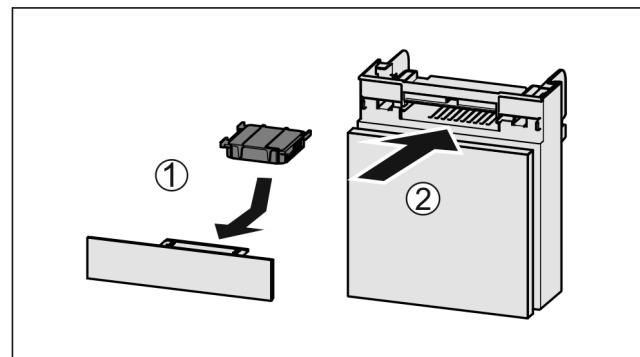

Fig. 124
- Aktivni ogleni filter vstavite Fig. 124 (1) skladno s prikazom na sliki.
- Predal potisnite noter Fig. 124 (2).